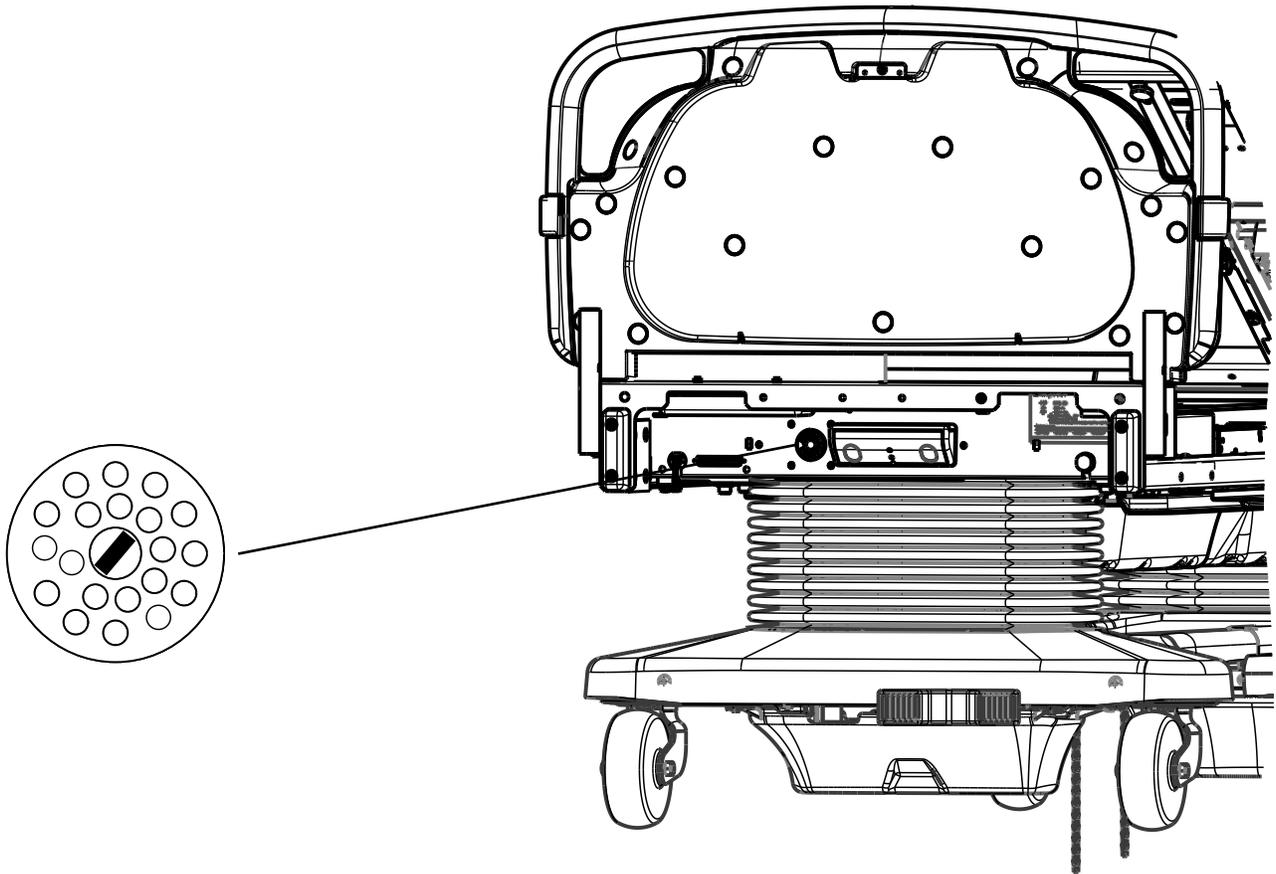

Figure 17 – Interrupteur de l'appel infirmier
**Remarque** - Une batterie de 9 V enclenche le signal d'appel infirmier lorsque le produit est débranché. Si le produit est débranché d'une prise murale alors que l'interrupteur du port de la commande suspendue de l'appel infirmier est réglé en position de marche, la charge de la batterie de 9 V commencera à s'épuiser (Figure 17).